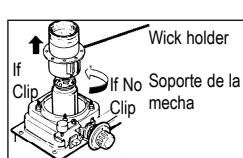

Figure 2/Figura 2
5. (With shaft clip) Look down into the heater and take note if there is a clip holding the shaft in place. If so, remove clip by pulling upwards. Then grasp the knob and pull towards you to release the shaft from the wick holder. Remove the wick and wick holder by lifting upwards and away from the heater. (Fig.2)
(No shaft clip) If no clip, turn the wick up to its highest point. Grasp the wick and twist it counter clockwise to release it. (Fig. 2)
5. (Con gancho de eje) Mire en la parte de debajo de la estufa y vea si hay un gancho que mantiene el eje en su sitio. Si lo hay, retire este gancho tirando hacia arriba. Despues agarre el tirador y tire hacia usted para liberar el eje del aguantador de mecha. Retire la mecha y el aguantador de mecha tirando hacia arriba y hacia afuera de la estufa. (Fig.2)
(Sin gancho de eje) Si no hay un gancho, de vueltas hacia arriba hasta que la mecha llegue a su punto más alto. Agarre la mecha y gírela en sentido contrario a las agujas del reloj para liberarla. (Fig. 2)